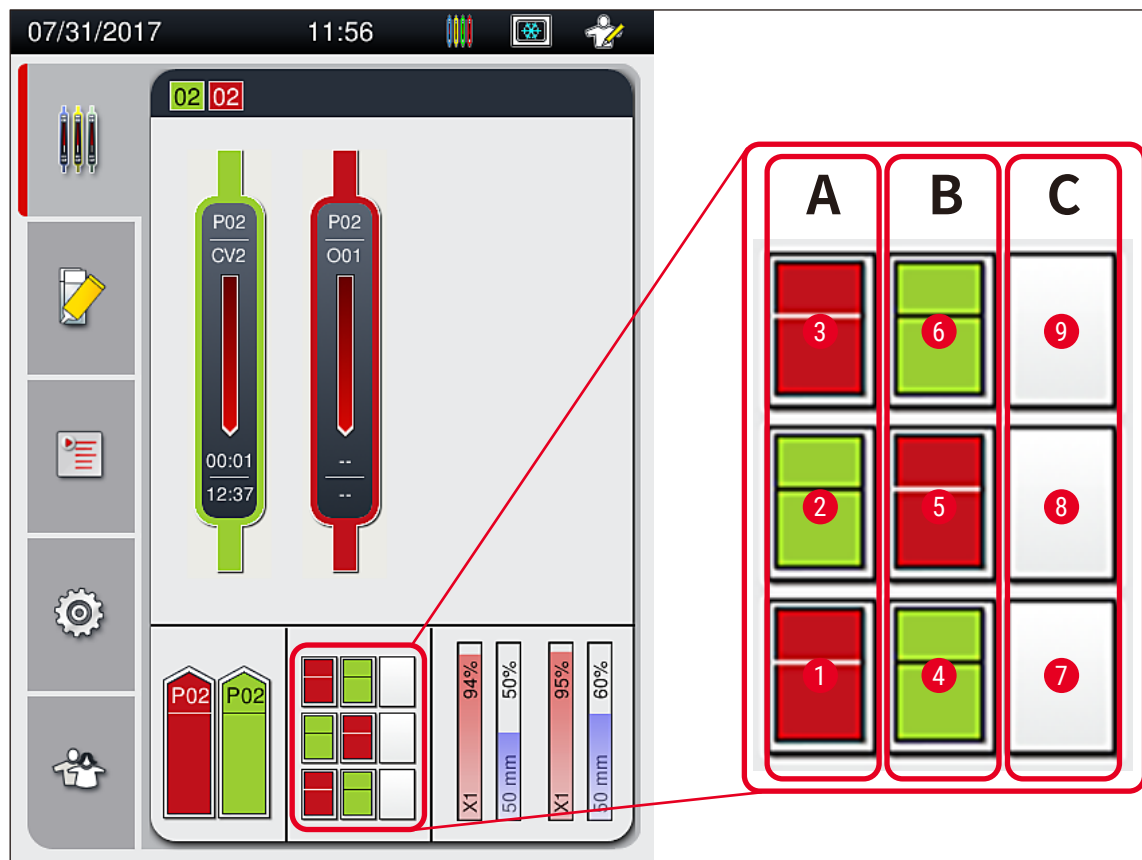

図 75
- 取出し用待機槽は最大 9 個のラックを保持できます。取出し用待機槽内でラックは、図の A1 から C9 の番号順に、該当する位置に配置されます (→ 図 75)。